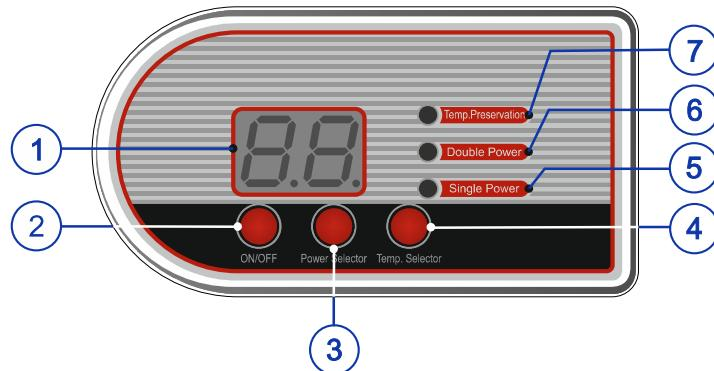

Abb. 2.1. Elektronisches Bedienfeld der EWS-Steuerung Typ IF.
7.1. Elektronisches Bedienfeld der EWS-Steuerung Typ IF (Abb. 2.1), Typ IF PRO (Abb. 2.2).
Abbildung 2.1: 1 – LCD Display, 2 – Taste „ON/OFF“ / EIN/AUS, 3 – Taste „Power Selector“ / Leistungswahl, 4 – Taste „Temp. Selector“ / Temperaturwahl, 5 – Anzeige „Single Power“ / Standardleistung, 6 – Anzeige „Double Power“ / Doppelleistung, 7 – Anzeige „Temp. Preservation“ / Temperaturhaltung.
Bei EWS-Modellen Typ IF mit Digitaldisplay erfolgt das Ein-/Ausschalten durch Drücken die linken Taste „ON/OFF“ am Bedienfeld (Abb. 2.1, P. 2), dabei erscheint im Display die eingegebene Erwärmungstemperatur. In 2,5 s wird im Display die aktuelle Wassertemperatur angezeigt. Mit die linken Taste des Bedienfeldes „Power Selector“ (Abb. 2.1, P. 3) wird die Wärmeleistung gewählt. Der Betriebsmodus 2 kW wird durch die Kontrolllampe „Double Power“ (Abb. 2.1, P. 6) und der 1,3 kW durch die „Single Power“ (Abb. 2.1, P. 5) angezeigt.
Während des Betriebes des EWS kann der Verbraucher die Erwärmungstemperatur mithilfe von drei Softtouch-Tasten einstellen, die Betriebsarten werden durch die Anzeige im Display und drei Kontrolllampen überwacht. Zur Wahl der Erwärmungstemperatur ist die rechte Taste „Temp. Selector“ (Abb. 2.1, P. 4) am Bedienfeld zu drücken. Die Ablesbarkeit der Temperaturänderung beträgt 5°C.